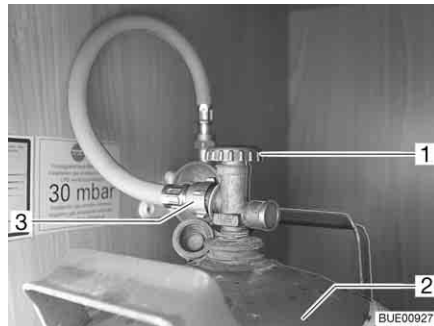

Fig. 162 Vano portabombole
- Chiudere la valvola principale di arresto (Fig. 162,1) della bombola del gas (Fig. 162,2). Osservare la direzione della freccia.
- Svitare il tubo del gas (Fig. 162,3) dalla bombola del gas.